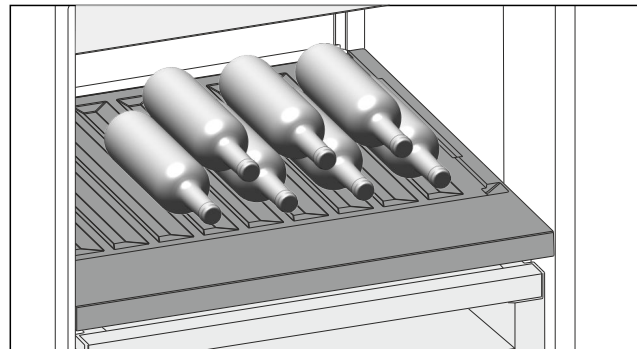

Fig. 195 Beispielhafte Darstellung
- ▶ Flaschen mit dem Boden nach hinten zur Rückwand einlegen. (siehe Fig. 195)